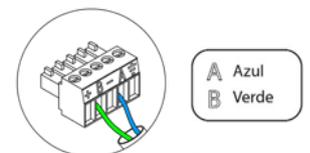

Fig. 58
Para la conexión al bus domótico de la central (2) dispone de 1 borna de 5 pines. Fije los cables con los tornillos de la borna respetando el código de colores (Fig. 58).